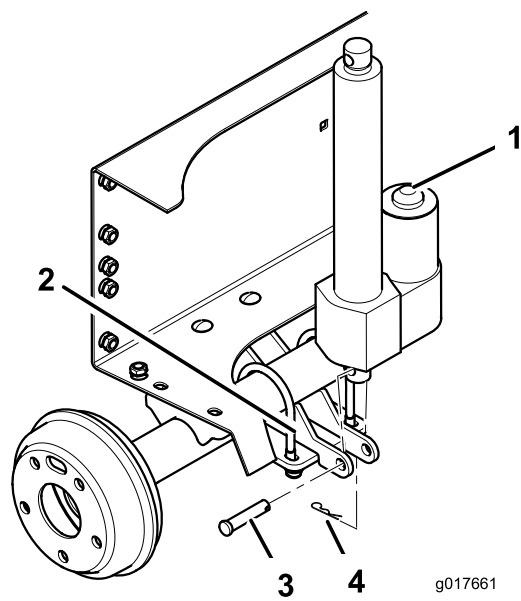

Figura 11
- Sujete el extremo inferior del actuador de elevación al soporte del cilindro de elevación con un pasador y una chaveta. Coloque los componentes según se muestra en Figura 11.